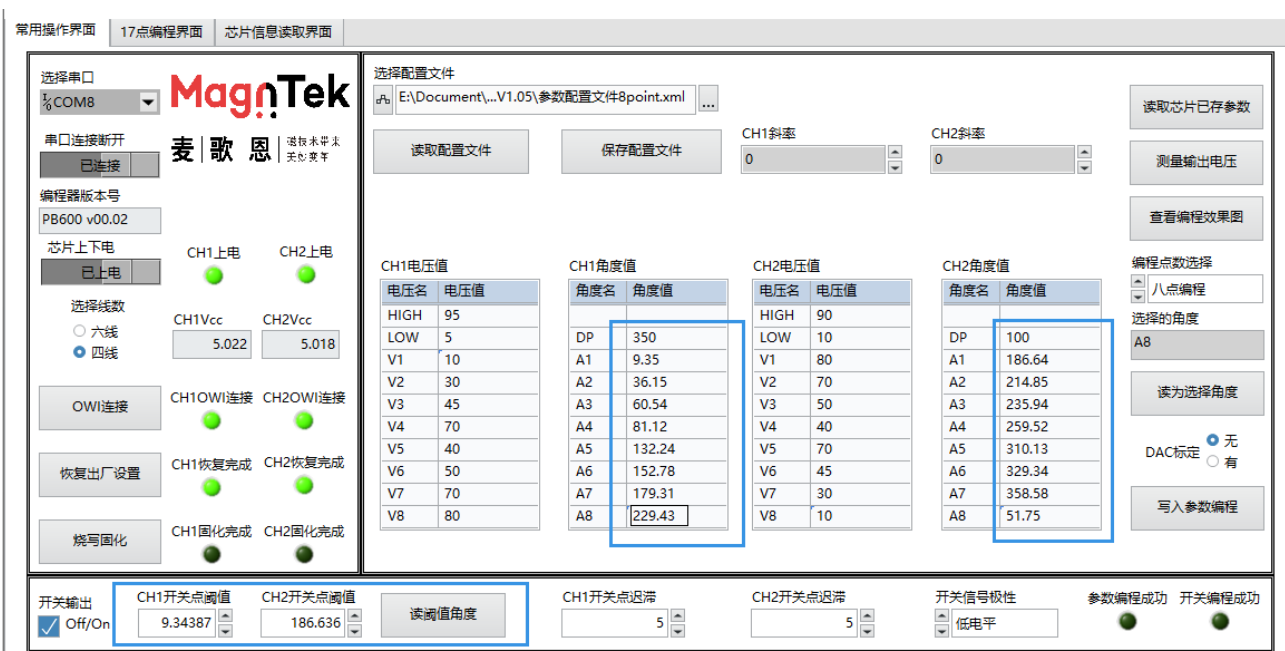

图 5.3.11 读取各位置角度值及开关点阈值
- 10、单击 CH1 的 ‘A1’ 对应的 “角度值” 框，将磁铁（传感器）角度置于需要编程的第一个位置，稳定后单击 “读为选择角度” 按钮读取当前芯片角度值，并显示在 CH1 和 CH2 的角度值 A1 中，当前读出芯片角度 CH1 的 A1 角度为 9.35°，CH2 的 A1 角度为 186.64°，同样方式读取到 CH1 及 CH2 各自的 ‘A2’ ~ ‘A8’ 的角度值（图 5.3.11）。